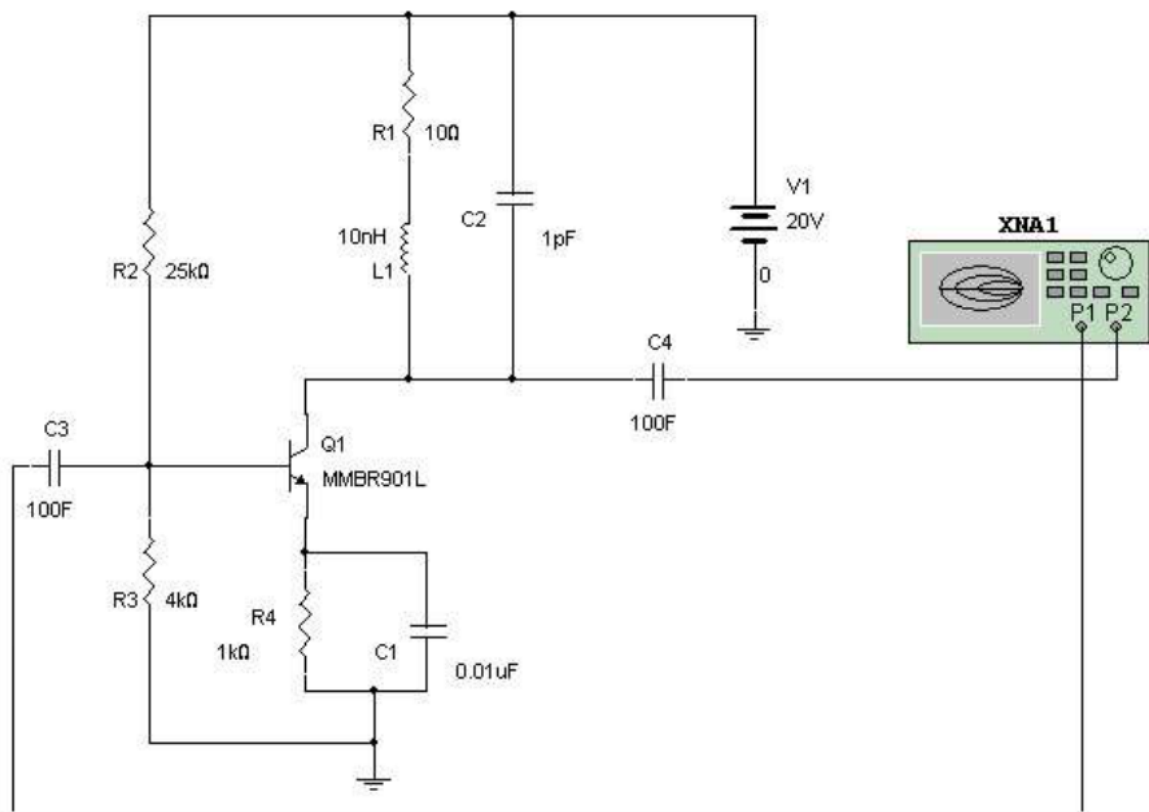

Рис. 19-1. Усилитель радиочастоты
1. На рис. 19-1 изображена схема радиочастотного усилителя. Переделайте её таким образом, чтобы она резонировала на частоте 1.59 ГГц. Замените идеальный (**NPN transistor**) п-р-п транзистор на радиочастотный транзистор. Выберите транзистор MMBR901L. Добавьте конденсаторы емкостью 100Ф. Добавьте оставшиеся компоненты L_1 и C_2 с рассчитанными значениями.